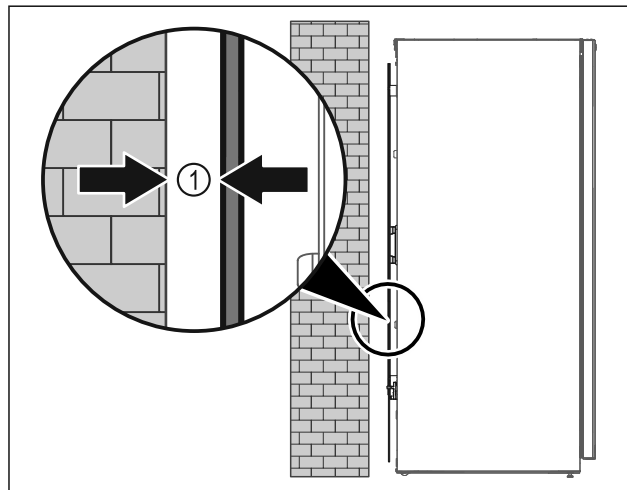

Fig. 7
- ▶ Zariadenie inštalujte voľne v priestore alebo priamo na stenu v minimálnej vzdialenosti 5 mm Fig. 7 (1).